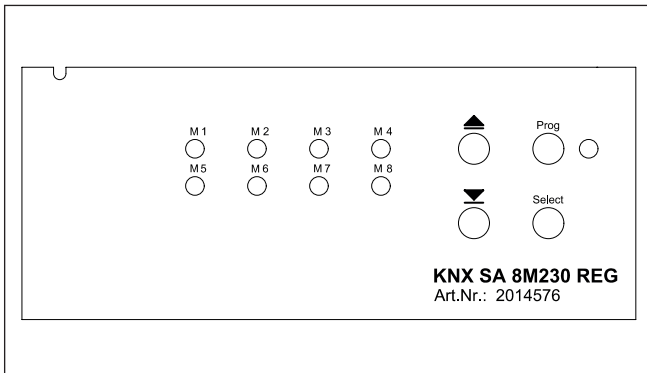

Abb. 2 Tastenfeld
Nach Abschluss der Montagearbeiten und dem Anlegen der Versorgungsspannungen kann das Gerät über ein Tastenfeld bedient werden (Abb. 2).
- Drücken Sie die Programmier Taste (Abb. 2), um das Gerät in den Programmiermodus zu versetzen. Bei aktiviertem Programmiermodus leuchtet die LED rot. Die Programmierung erfolgt durch die ETS am PC. Diese Software beendet den Programmiermodus automatisch. Die rote LED erlischt.